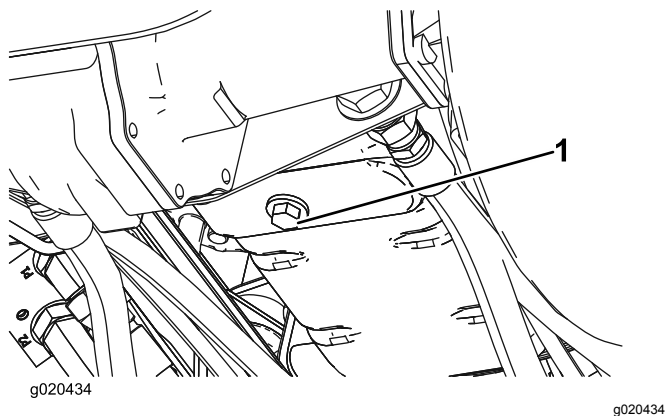

図 33
1. ドレンプラグ図 33を外してオイルを容器に受ける。オイルが抜けたらドレン・プラグを取り付ける。